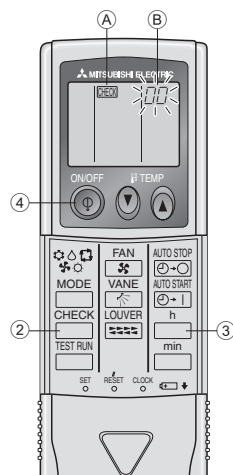

Fig. 7-4
- (E) Code de vérification
- (F) Adresse de l'appareil
7.3.2. Pour la télécommande sans fil (Fig. 7-4)